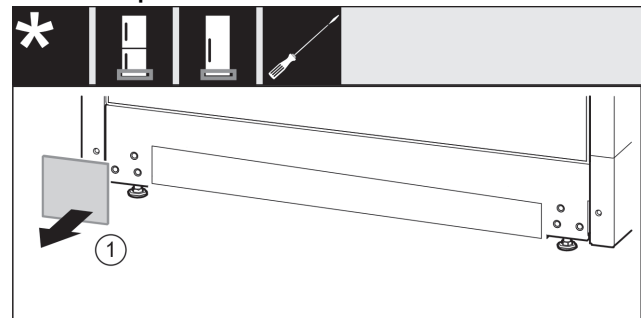

Fig. 11
- ▶ Detașați apărătoarea. Fig. 11 (1)